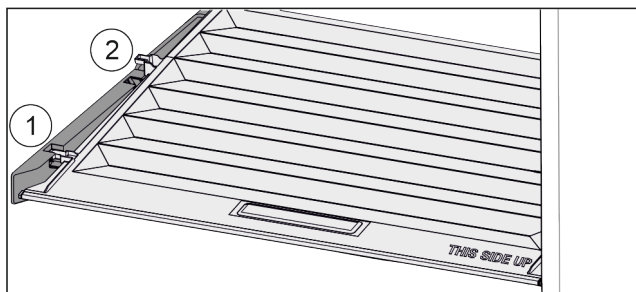

Fig. 131
- ▶ Pokrywę pociągnąć do przodu Fig. 131 (1), aż otworzy się w elementach trzymających.
- ▶ Podnieść tył od dołu i w wyjąć Fig. 131 (2) go do góry.